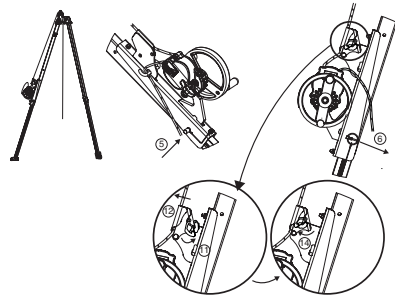

Fig. 9
**IMPORTANTE:** Attenzione al senso di montaggio: lo strozzafune deve essere rivolto verso la parte alta del treppiede trapode (Fig. 9).
5. Posizionare il perno di fissaggio della console per apparecchio Derope™ UP R. Questo perno di fissaggio svolge due funzioni: bloccaggio della gamba del treppiede trapode e fissaggio della console per apparecchio Derope™ UP R su questa gamba (Fig. 9, 5).
6. Bloccare il perno di fissaggio mediante la coppia ad anello (Fig. 9, 6).
11. Aprire lo strozzafune della console (Fig. 9, 11).
12. Introdurre la fune che esce dall'apparecchio Derope™ nello strozzafune della console (Fig. 9, 12).
14. Chiudere lo strozzafune (Fig. 9, 14).